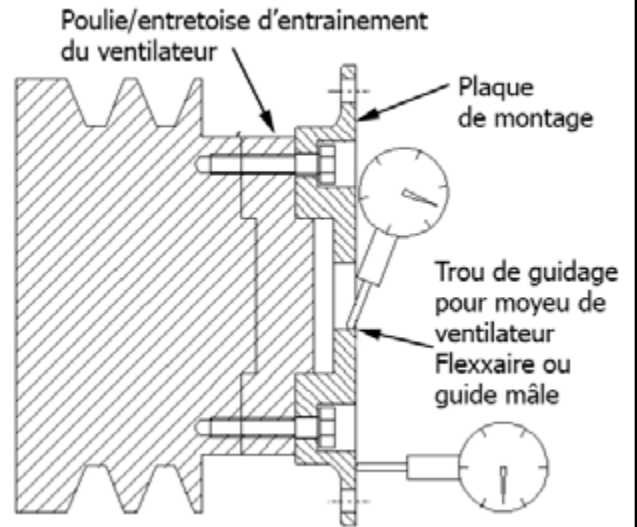

Figure 4
1. Installez l'adaptateur de montage fourni en utilisant les boulons du ventilateur d'origine. Si la longueur des boulons doit être modifiée, utilisez un boulon de qualité équivalente ou supérieure. Suivez les spécifications du fabricant de l'équipement d'origine en matière de couple de serrage et de filetage lorsque vous installez l'adaptateur de montage sur l'entraînement du ventilateur. Voir la figure 4.
2. Installez le comparateur pour mesurer la déviation axiale de l'adaptateur de montage sur la surface de montage du ventilateur. La déviation ne doit pas dépasser 0,13 mm (0,005"). Voir la figure 4.
3. Configurez le comparateur pour mesurer la déviation radiale de l'adaptateur de montage sur la surface du trou guide ou sur la surface du guide mâle. La déviation ne doit pas dépasser 0,13 mm (0,005"). Voir la figure 4.